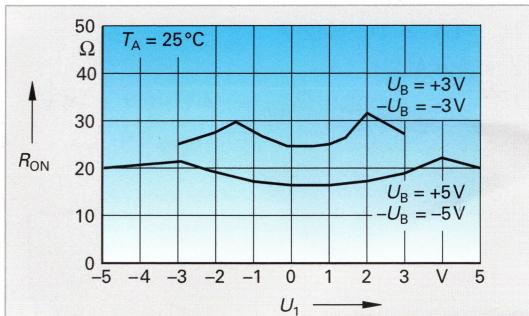

Bild 3: Kanalwiderstand
Zwei wichtige Eigenschaften der Analogschalter sind der Kanalwiderstand im leitenden Zustand R_{ON} und der Reststrom im sperrenden Zustand $I_{D(OFF)}$ und $I_{S(OFF)}$ (**Bild 3**). Beide sind abhängig von U_1 , der Betriebsspannung und der Temperatur.
An der Source liegt die Eingangsspannung mit 2,5 V. Ermitteln Sie aus **Bild 3** den Kanalwiderstand.
$$R_{ON} = 17 \Omega \text{ (aus Bild 3 abgelesen)}$$
- Ein Analogschalter (**Bild 2**, **Bild 3**) ist an die Betriebsspannung ± 5 V angeschlossen. Die Eingangsspannung U_1 beträgt 4 V. Wie groß ist der Kanalwiderstand R_{ON} ?
- Ein Analogschalter **Bild 2** ist mit ± 5 V betrieben. $U_1 = -3$ V und $R_L = 300 \Omega$. Berechnen Sie mithilfe **Bild 3** die Ausgangsspannung U_2 im eingeschalteten Zustand.